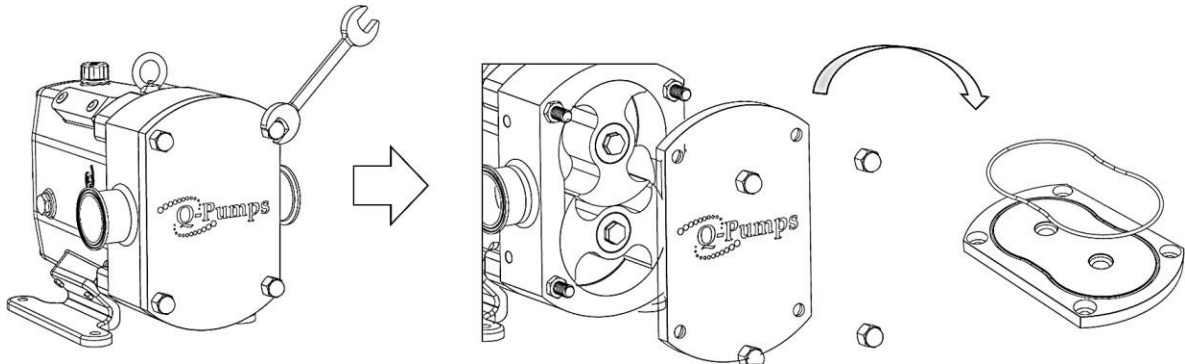

Figura 25: Extracción de la cubierta QL
1. Comience quitando las tuercas de la cubierta con una llave adecuada (Figura 25). Durante el desmontaje, coloque todas las piezas sobre una superficie limpia y protegida con las superficies maquinadas y las caras de los sellos en dirección hacia arriba. Golpea la cubierta con un mazo suave. Retire la junta tórica de la cubierta e inspeccione.